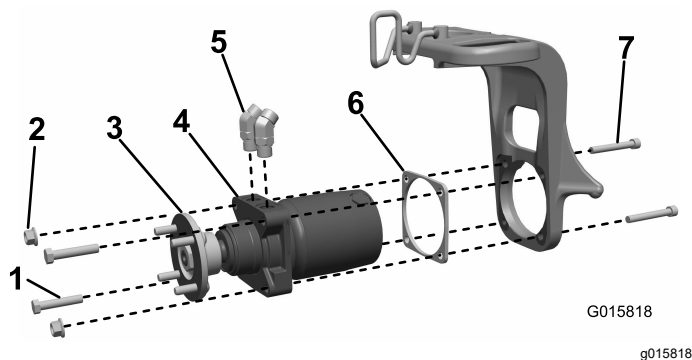

Bild 3
1. Montieren Sie die 45-Grad-Hydraulik-Anschlussstücke am Radmotor und richten Sie diese ungefähr wie in Bild 3 dargestellt aus. Lassen Sie die Anschlussstücke lose.
diese mit zwei Innensechskantschrauben ( $\frac{1}{2}$ " x  $3\frac{3}{4}$ " ), zwei Schrauben ( $\frac{1}{2}$ " x  $2\frac{1}{2}$ " ) und zwei Sicherungsmuttern (Bild 3).